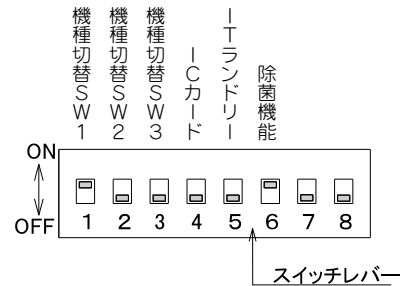
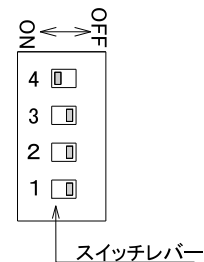

図10 制御基板 SW1
図11 オゾン基板 SW1
- ①電源を切る。
- ②前面板（上）を開く。
- ③操作パネルの固定ネジ（2本）を外し、操作パネルを開く。
- ④制御基板のSW1の各スイッチを図10と表11の位置に切替える。
- ⑤制御基板のSW3は全てOFF（下側）に切替える。
- ⑥オゾン基板のSW1の各スイッチを図11と表12の位置に切替える。
- ⑦操作パネル、前面板（上）を元に戻す。
- ⑧電源を入れる。